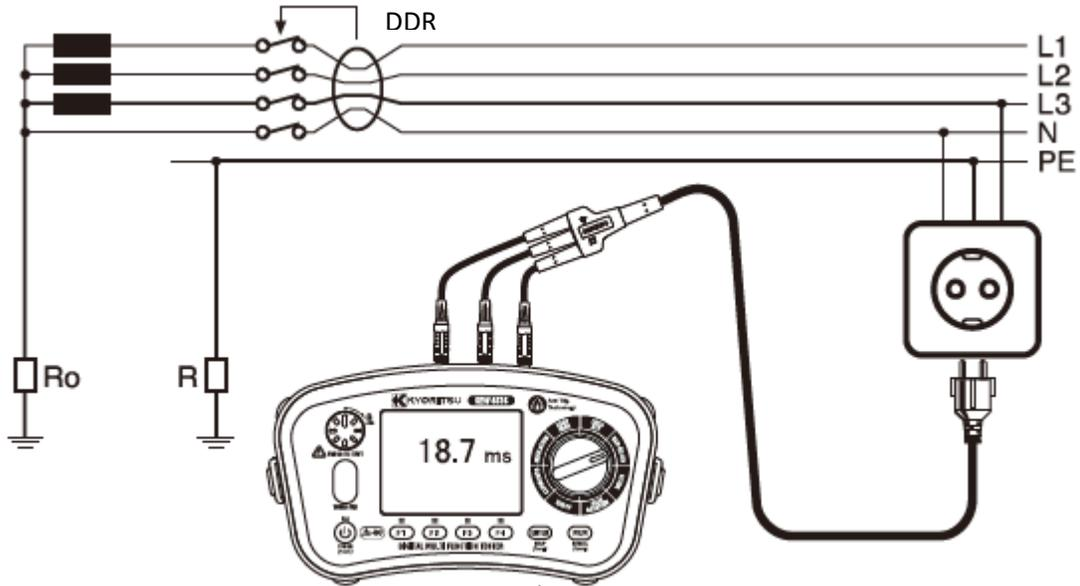

Figure 11-1
La terre étant imparfaite dans la Figure 11-1, lorsque R existe, lorsqu'un courant de défaut circule vers R, un potentiel électrique se produit. Il est possible que la personne en contact avec cette terre imparfaite, appelle la tension, qui se produit dans le corps humain à ce moment-là, appelée  $U_c$ .
(7) Connectez les câbles de test au circuit à tester. (Figures 11-1, 11-2 et 11-3)
(8) Contrôle de câblage